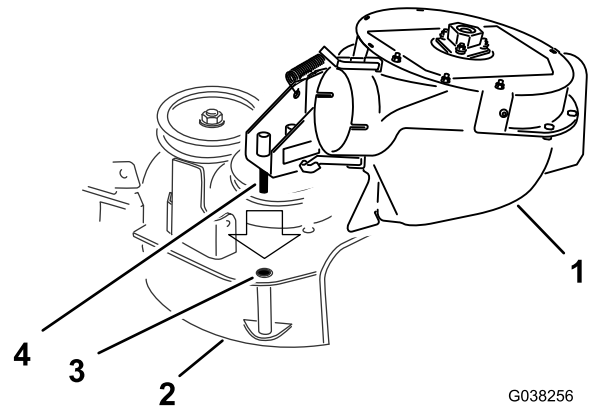

Bild 27
1. Fluchten Sie den Lagerbolzen am Gebläse mit dem Lagerbolzenloch im Mähwerk aus (Bild 27).
2. Senken Sie das Gebläse ab und schieben Sie den Lagerbolzen in das Drehzapfenloch (Bild 27).